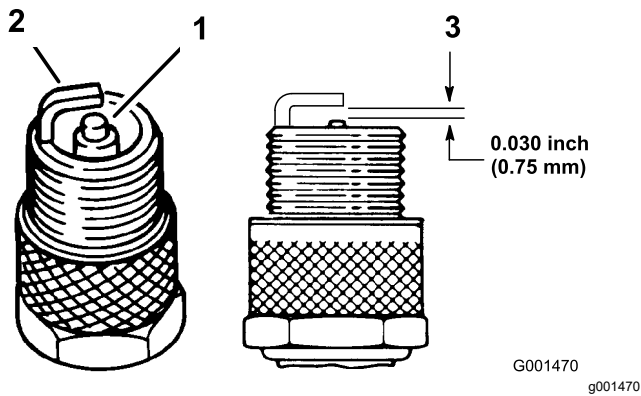

Figura 41
4. Verifique o estado dos elétrodos lateral e central, bem como do isolante do elétrodo central, certificando-se de que não se encontram danificados (Figura 41).
5. Ajuste a folga existente entre a zona central e lateral do eletrodo para 0,76 mm, como se mostra na Figura 41.